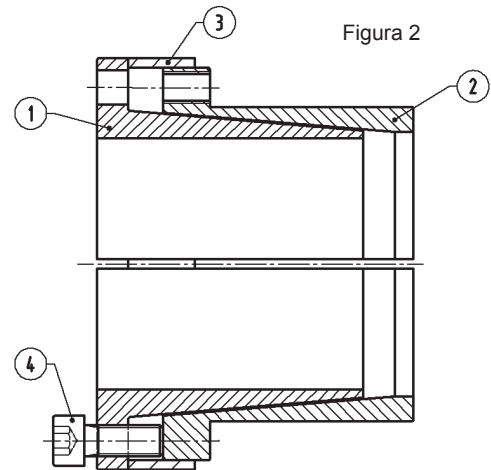

Figura 2
(Favor de referirse a la Figura 2)
2. Afloje los tornillos de bloqueo en varias etapas realizando giros de aproximadamente 1/4, siguiendo la secuencia de la dirección de las agujas del reloj o la dirección contraria. Transfiera el número requerido de tornillos a las roscas de empuje del collar de la abrazadera, Punto 1 (ver Figura 2).